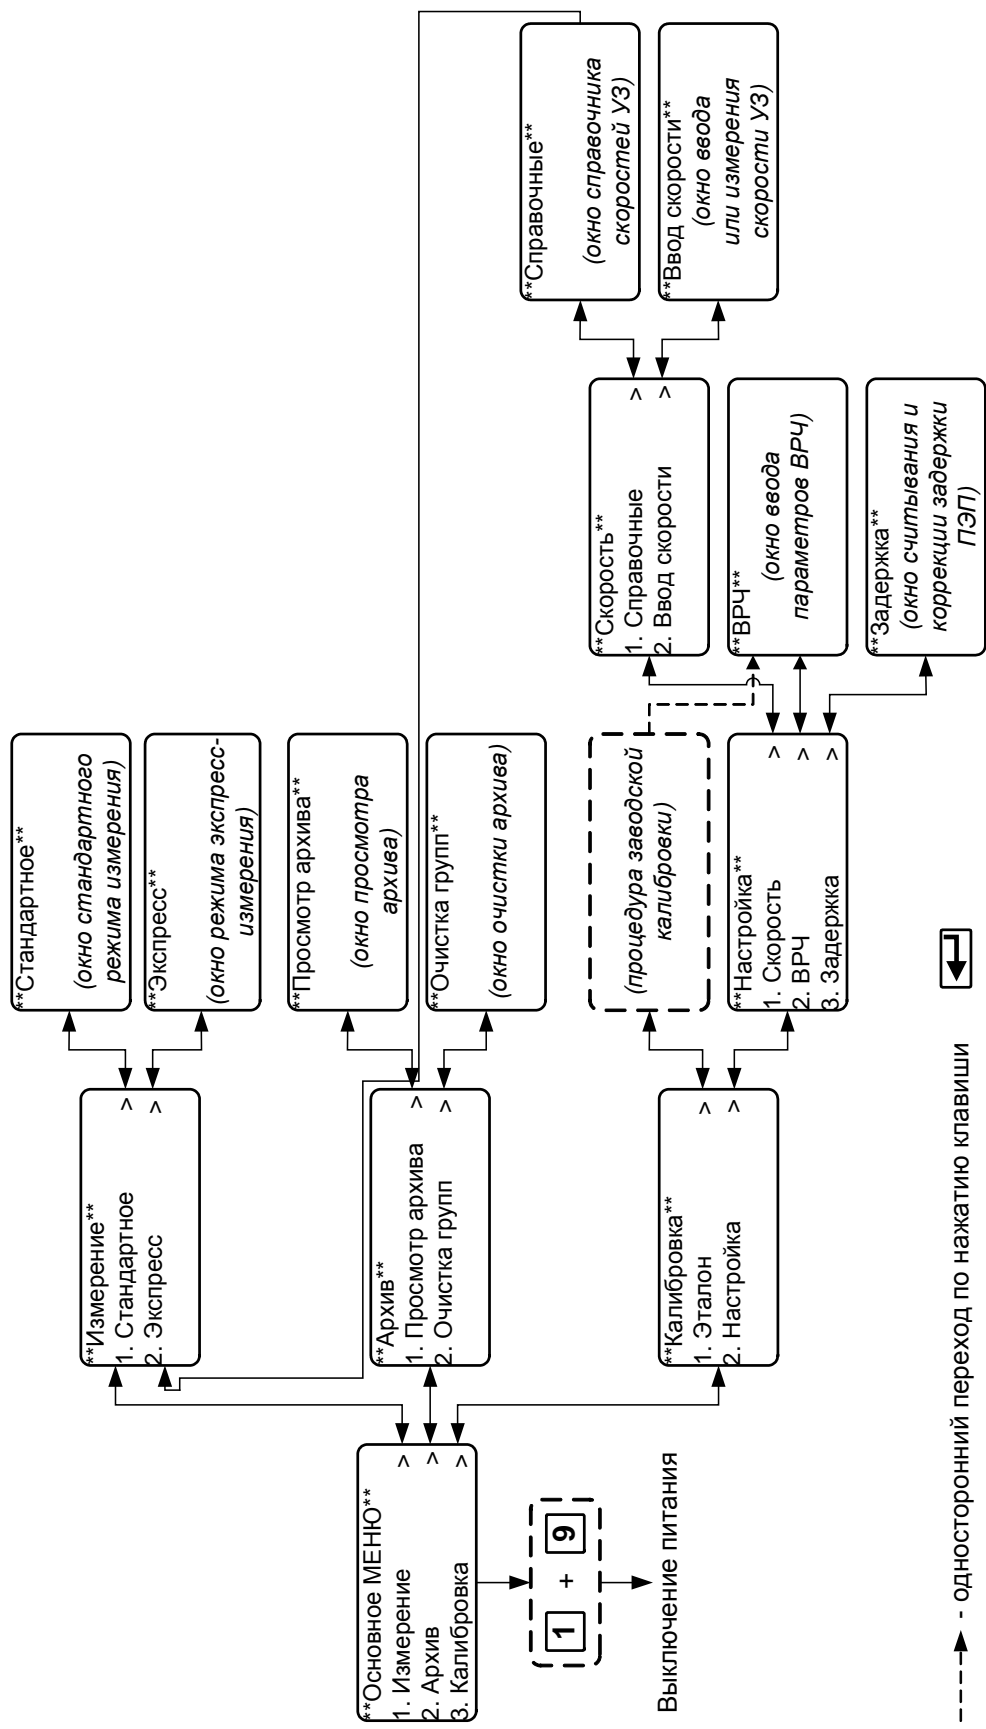

Рис. 3. Схема выбора режимов и окон операции «ВЗЛЕТ УТ».
2.3.2.1. Управление толщиномером организовано с помощью системы меню различного уровня и окон операций, высвечиваемых на ЖКИ, а также набора функциональных и цифровых клавиш на панели управления. Схема организации меню и окон операций, а также вид меню приведен на рис.3.